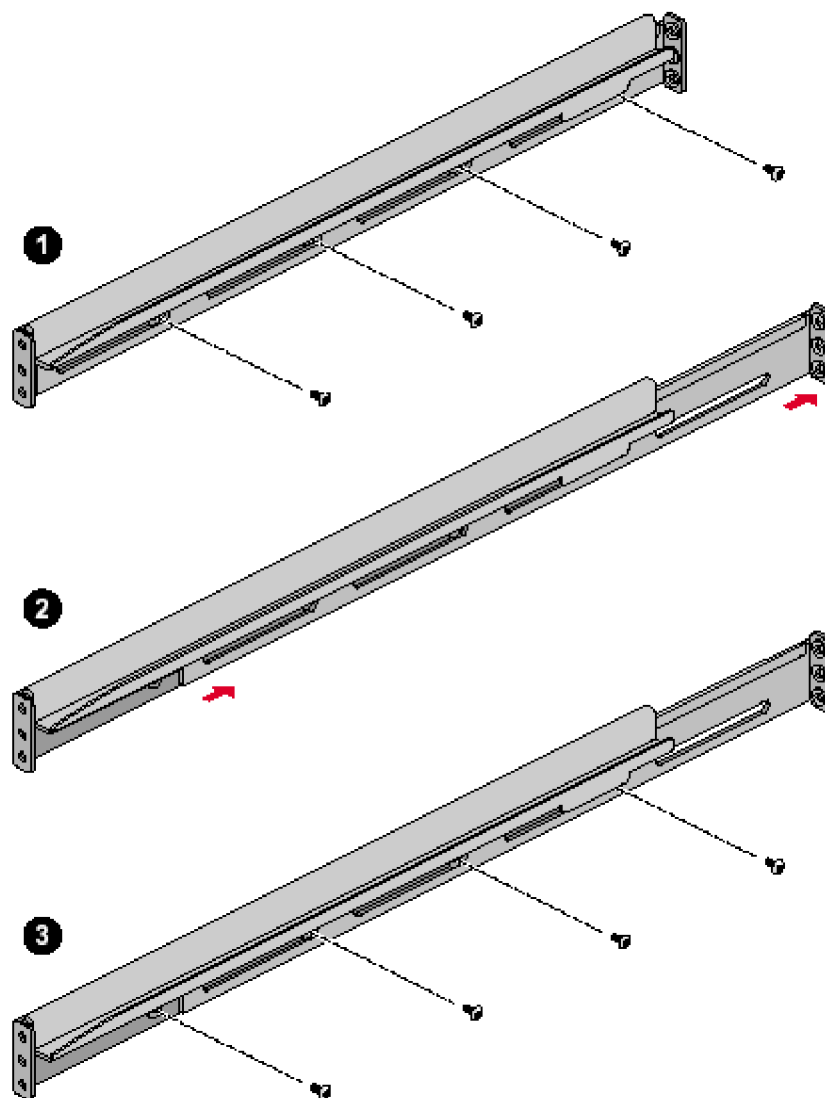

Figure 1-19 Ajustement de la longueur des glissières de l'Altix 330
3. Étendez chaque assemblage de rails en desserrant les trois vis restantes au moyen du tournevis Tx 20 jusqu’à ce que les rails glissent facilement. Reportez-vous à la figure 1-19 à la page 33.